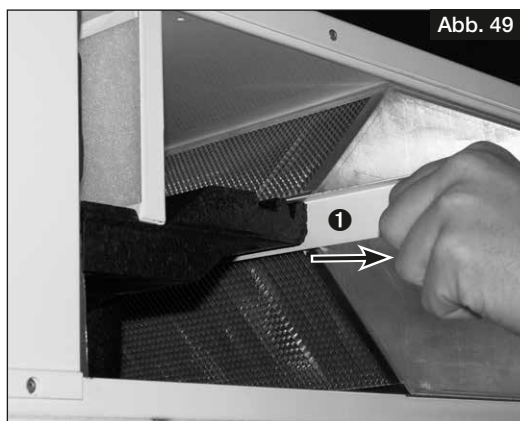

Abb. 49
2. Dichtleiste **1** herausziehen (s. Abb. 49).